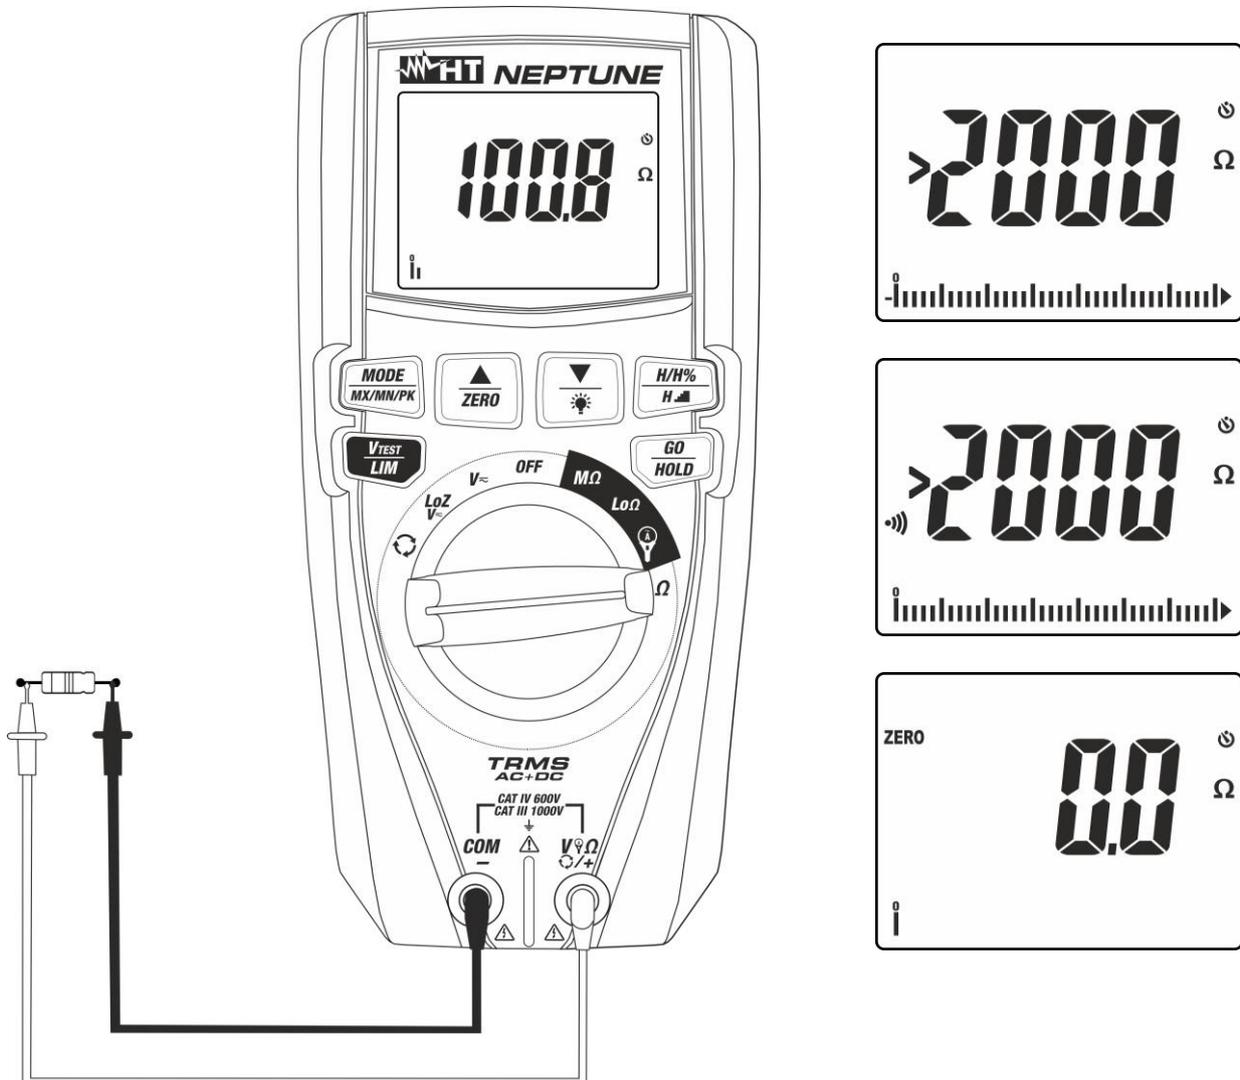

Fig. 9: Uso dello strumento per misura di Resistenza e Test Continuità
4. Posizionare i puntali nei punti desiderati del circuito in esame (vedere Fig. 9). Il valore della resistenza è visualizzato a display
5. Se sul display è visualizzato il messaggio ">2000 $\Omega$ " (vedere Fig. 9) si è raggiunto il fondo scala dello strumento